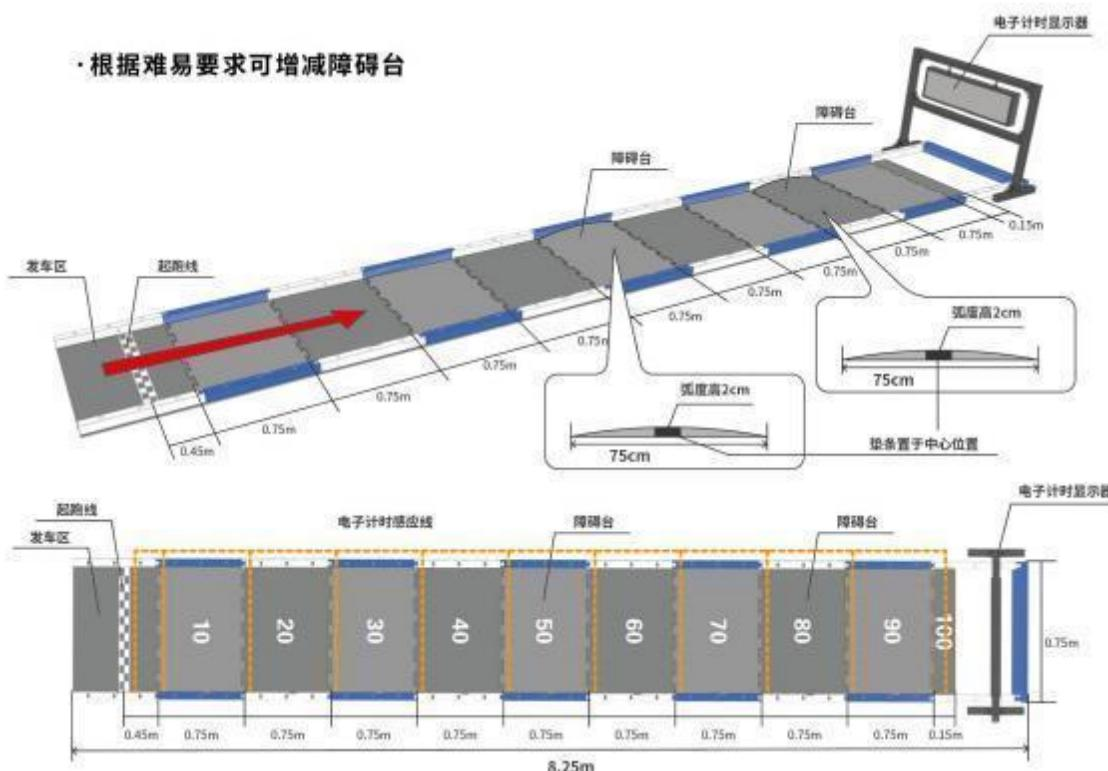

图1太阳能动力车直线竞速赛场地示意图
2.1.2 竞赛场地(见图1):在室内平整地面上设置竞赛专用赛道(长7500mm、宽750mm、高600mm的长方形场地);距起跑线3450mm及5700mm处设有弧形障碍台,弧顶高20mm;设有行走区域得分值10分起至90分(每个分数段均标示分数),并安装ZT-M2/NC电子计时器。